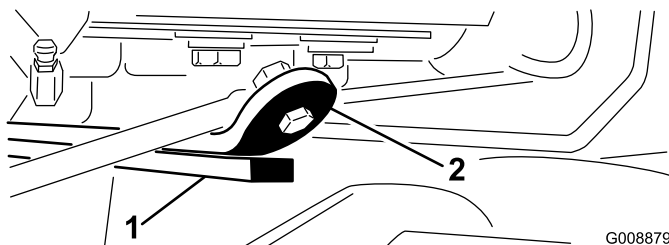

Figure 13
3. Mettez le moteur en marche, relevez les plateaux de coupe et vérifiez que l'écartement entre le segment d'usure sur le dessus de la barre d'usure du plateau arrière et la bride de butée est compris entre 0,51 et 2,54 mm (Figure 13).